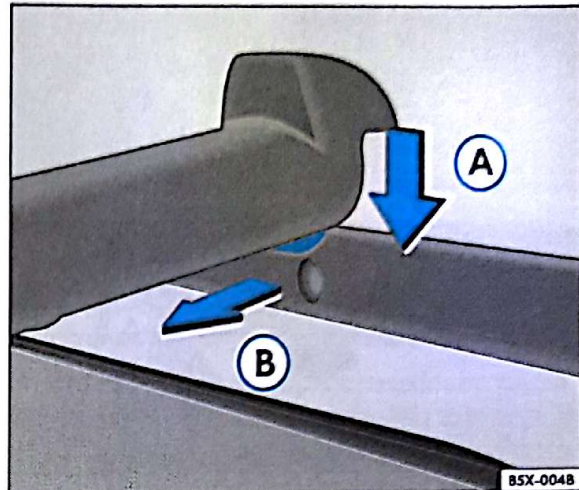

Fig. 88 Detalhe do encaixe da travessa
- Para encaixar as extremidades fixas (A) ⇒ fig. 88, pressione a travessa contra a longarina oposta e, ao mesmo tempo, desloque a trava no sentido da seta (B) ⇒ fig. 88, para vencer a mola ⇒ ⚠.